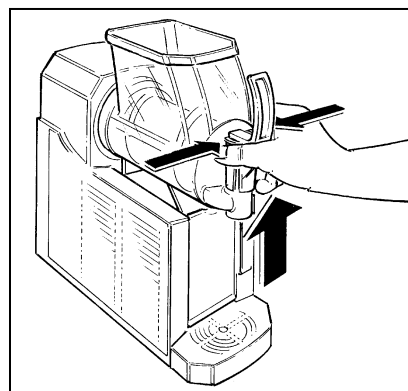

Fig. 4
- **S**montare il rubinetto dalla vasca premendo contemporaneamente sulle due alette di blocco e sollevarlo in modo da estrarlo dalla propria sede (fig.4).